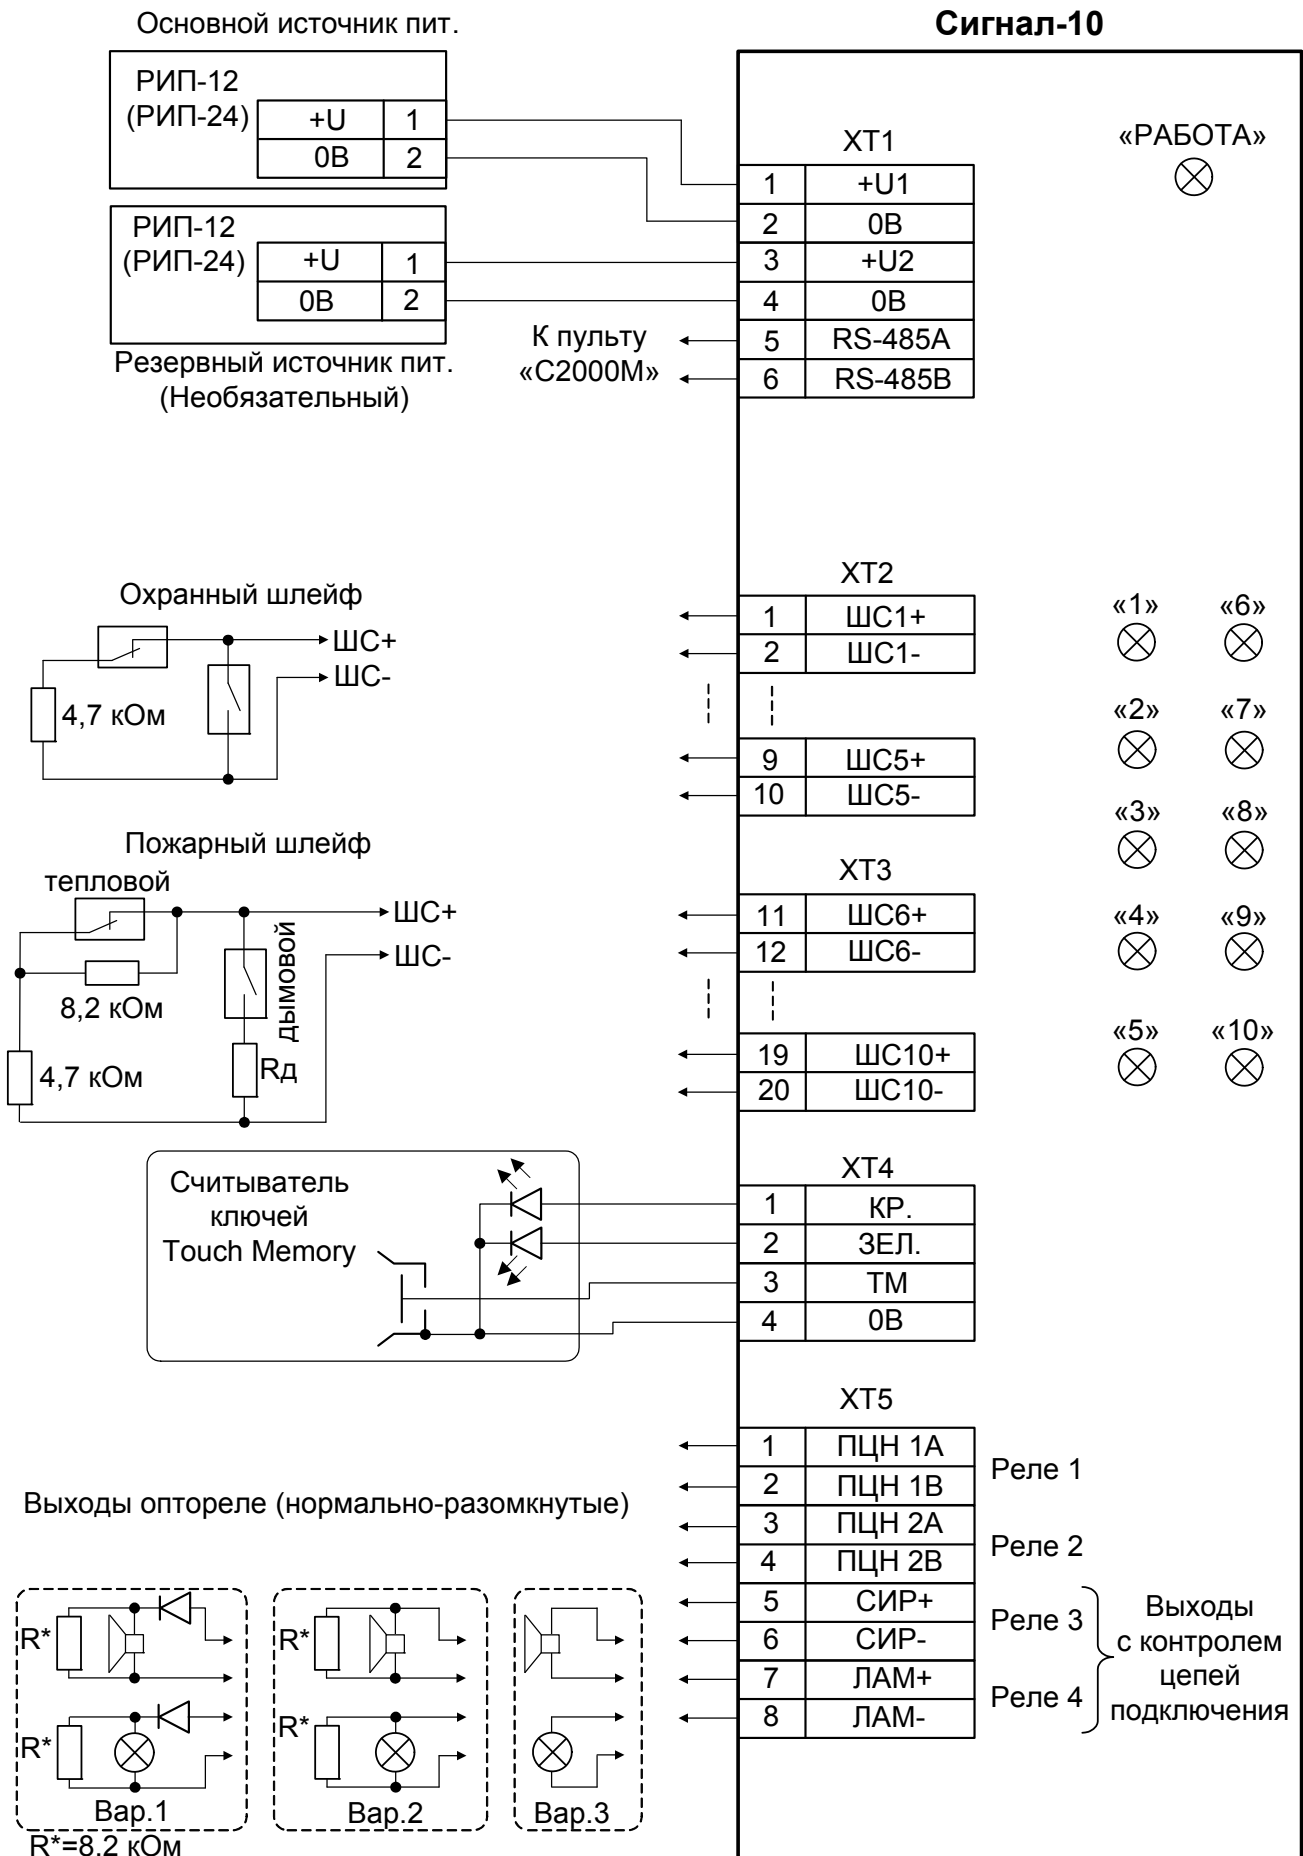

Рисунок 3. Схема подключений блока Сигнал-10 при эксплуатации
Монтаж соединительных линий производится в соответствии со схемой электрических подключений (Рисунок 3).
1. Подключите контакты RS485A и RS485B (см. Рисунок 3) к линиям А и В интерфейса RS-485 соответственно.
2. Подключите цепь "0 В" блока (см. Рисунок 3) к аналогичной цепи предыдущего и последующего приборов в магистрали RS-485 (если приборы подключены к одному источнику питания, это делать не обязательно).
Варианты схем подключения оповещателей к контролируемым выходам ЛАМ и СИР (см. Рисунок 3):